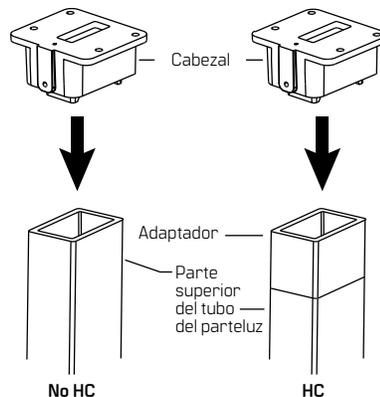

Figura 13 Colocación del cabezal en la parte superior del parteluz (solo unidades no KR)
- 6.1 Inserte el cabezal en la parte superior del tubo. Consulte la **Figura 13**.